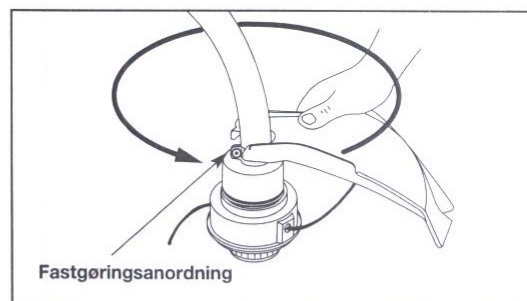

Fig. 2
1. Beskyttelsesskærmen til skæreanordningen anbringes på røret oven over fastgøringsanordningen (Fig. 2).